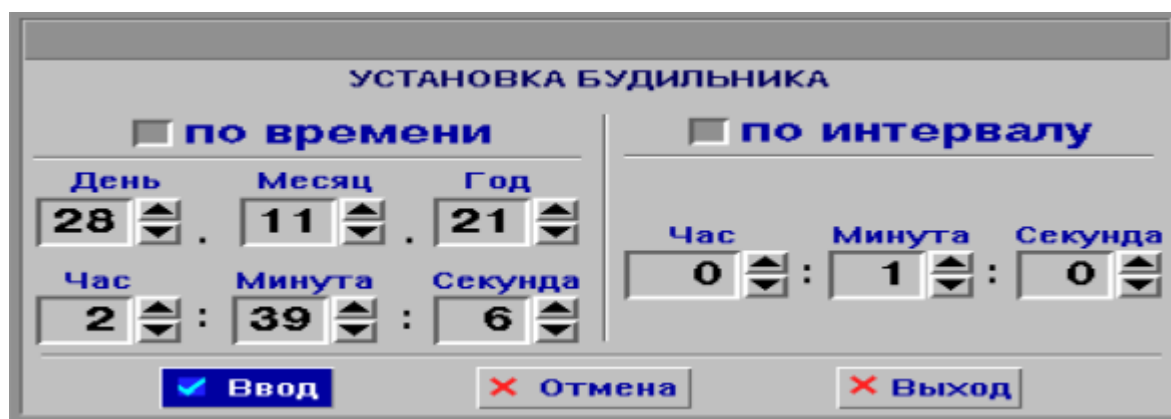

Рисунок 23 - Окно корректировки будильника
7.20.1 При нажатии «мышью» кнопки «**Б**» в исходном окне системы отображается окно включения и задания времени срабатывания будильника (см. рис. 23). Время срабатывания будильника может быть задано либо в виде астрономического времени (день, месяц, год, час, минута, секунда), либо интервала времени от текущего (задается соответствующими кнопками). Если обе кнопки не включены – будильник отключен. При задании интервала в левой части окна отображается астрономическое время срабатывания. Для корректировки будильника необходимо нажать «мышью» кнопку «**Ввод**».